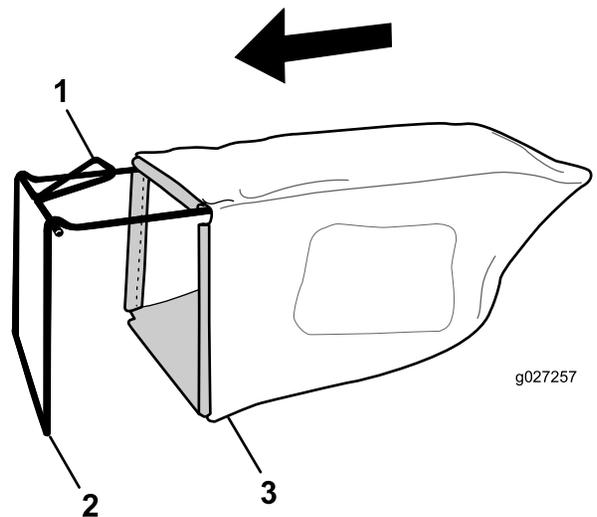

図 9
1. 図 9 に示すように、フレームにバッグを取り付ける。
注 ハンドルにバッグを被せないでください 図 9。